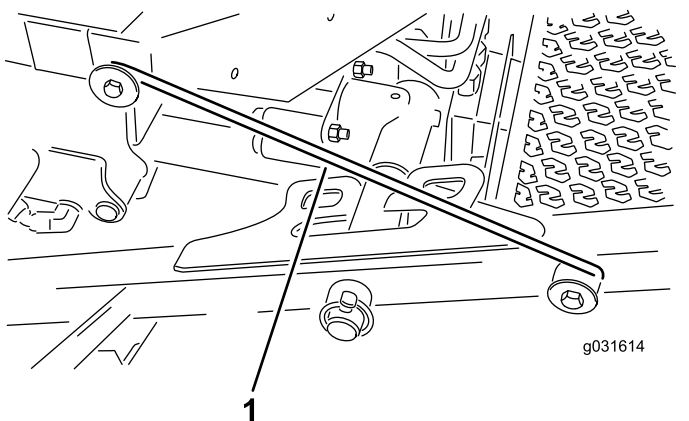

Figura 30
4. Liberare l'asta del dispositivo di sicurezza dal fermo del telaio portante anteriore (Figura 30).
5. Sollevate la parte esterna dei piatti di taglio anteriori e agganciate il dispositivo di sicurezza al perno del telaio presente sulla parte anteriore della piattaforma dell'operatore (Figura 30).